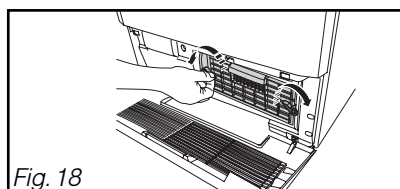

Fig. 18
- Déverrouillez le condenseur (Fig. 18).